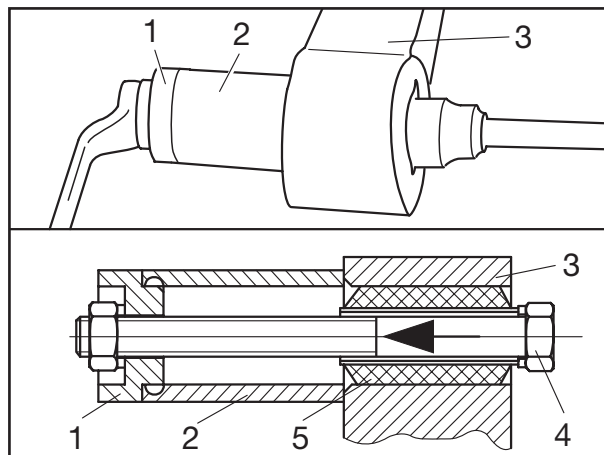

Рис. 13
- [23] При замене втулки с помощью вытягивающего и втягивающего устройства (идент. № BPW 14.825.11744) вставить болт (рис. 13/4) с шайбой в сайлентблок. Насадить трубу (рис. 13/2) и нажимной элемент (рис. 13/1), накрутить гайку и вытянуть сайлентблок (рис. 13/5).